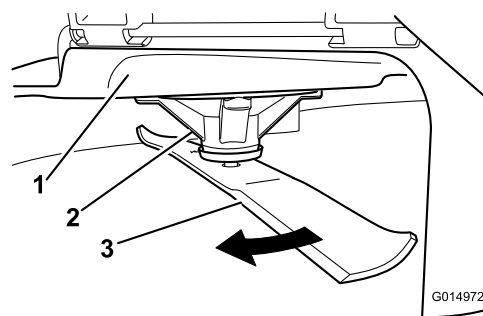

Figure 103
2. Enfilez des gants épais ou utilisez une autre protection adéquate pour les mains, et faites tourner la lame lentement jusqu'à une position permettant de mesurer la distance entre le tranchant et la surface plane sur laquelle se trouve la machine (Figure 103).